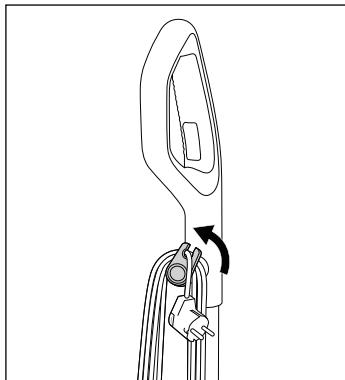

Fig. 43
- Para soltar el aparato de la posición de estacionamiento, pise el pie del aparato **③** con un pie para que quede fijo y mueva la pieza manual **①** hacia atrás.
- ♦ Tire ligeramente hacia fuera del enganche superior del enrollacables **⑯** y vuelva a girarlo hacia arriba (consulte la fig. 43).